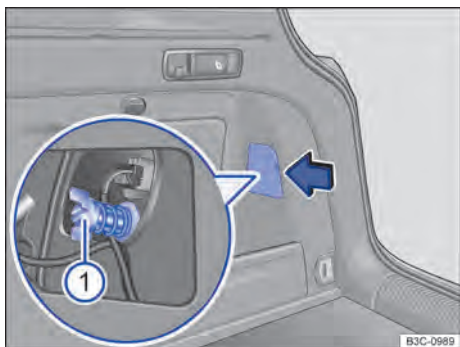

Fig. 278 Lateralmente no compartimento de bagagem: desinstalar a lanterna traseira.
3. Abrir a tampa ⇒ Fig. 278 (seta).
4. Com a lâmina da chave de fenda das ferramentas de bordo ⇒ Fig. 251, desparafusar o parafuso de fixação ⇒ Fig. 278 ①.
14. Puxar o travamento do plugue ⑤ no sentido contrário ao da seta.
16. Com a lâmina da chave de fenda das ferramentas de bordo ⇒ Fig. 251, parafusar o parafuso de fixação ⇒ Fig. 278 ①.